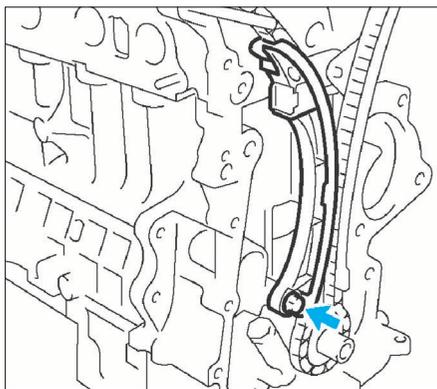

FIG. 38
- Déposer le guide-tendeur de chaîne (fig. 38).
- le guide-tendeur de chaîne (fig. 38).
- Reposer le carter de chaîne de distribution (fig. 38).